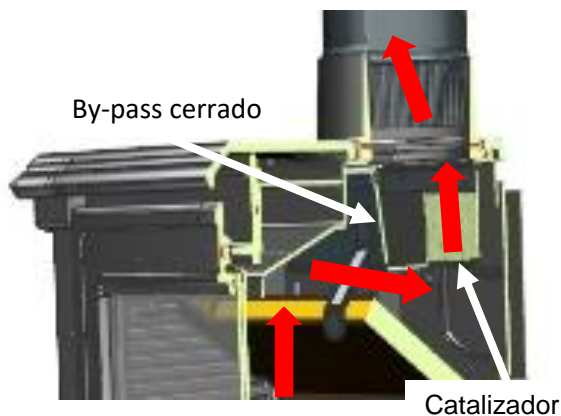

Fig. 19
5. Cuando el fuego esté estabilizado, posicione la palanca de combustión en la posición de funcionamiento con leña (punto “A”), después ajuste el mando de combustión a la posición deseada de forma manual o bien utilizando el mando a distancia pulsando las teclas “OFF/LO” u “ON/HI”. Si dispone del sistema Catalytic Hybrid Woodbox, cierre el by-pass para que todos los gases pasen a través del catalizador (Fig. 19) y conseguir así la máxima eficiencia de la estufa.